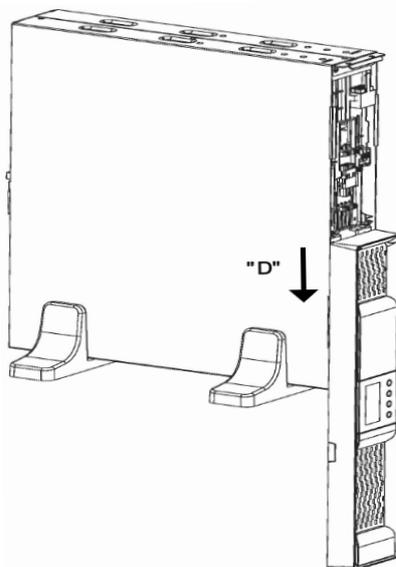

Abb. 7: Frontabdeckung entfernen/einsetzen
- Frontabdeckung „D“ entfernen wie in Abbildung 7.